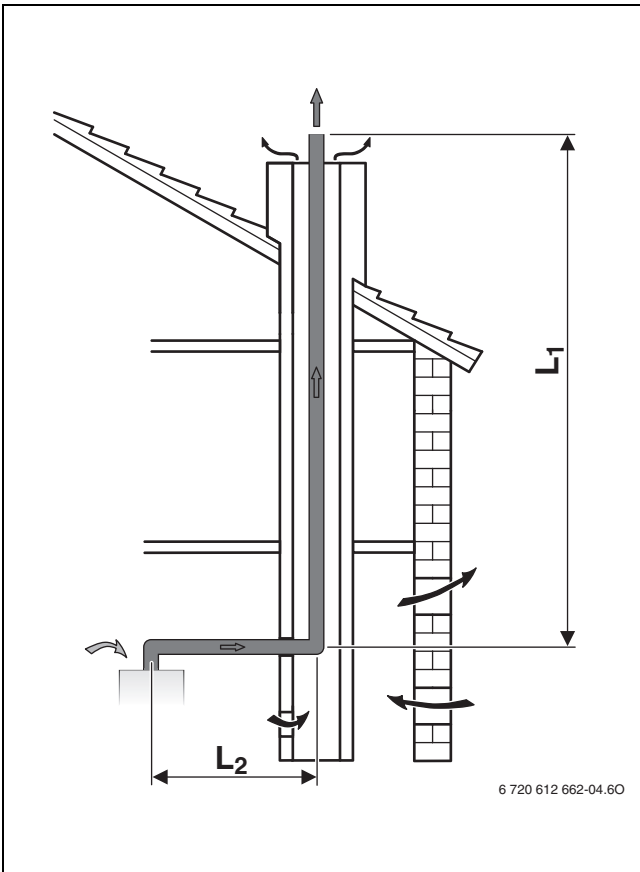

Fig. 7 Evacuación de gases en chimenea según B_{23p}
- Cuando la evacuación de gases se realiza en una chimenea ventilada por detrás (→ fig. 7, 8 y 10), no es necesario realizar limpiezas.